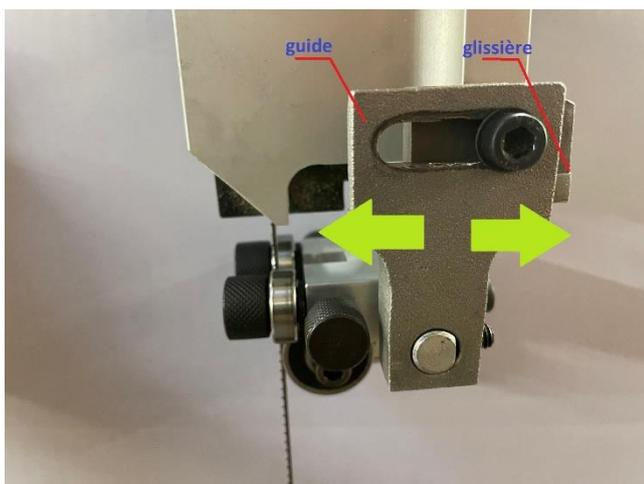

Figure 20
- Nachdem Sie die obere Schraube der Führung gelöst haben, schieben Sie die Führung so weit nach vorne, dass das Lager der Rücken des Laubsägebands streift. Bevor Sie die Schraube festziehen, vergewissern Sie sich, dass die Führung richtig in der Führung sitzt (Fig 20).